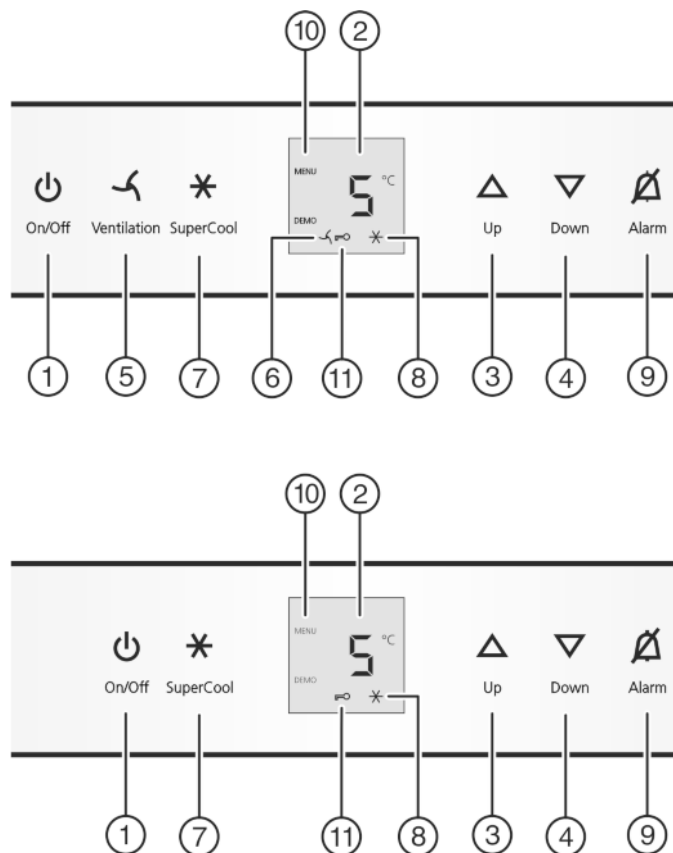

Fig. 2
- Premere il tasto On/Off Fig. 2 (1).
- ▶ Attivazione del modo regolazione: Premere il tasto SuperCool Fig. 2 (7) per ca. 5 sec..
- ▷ Il simbolo Menu Fig. 2 (10) si illumina.
- ▶ Premere brevemente il tasto SuperCool Fig. 2 (7) per confermare.
- ▶ Per inserire la sicurezza bambini premere brevemente il tasto SuperCool Fig. 2 (7).
- ▷ Il simbolo Sicurezza bambini Fig. 2 (11) si illumina. Nel display lampeggia **c**.
- ▶ Per disinserire la sicurezza bambini premere brevemente il tasto SuperCool Fig. 2 (7).
- ▷ Il simbolo Sicurezza bambini Fig. 2 (11) si spegne. Nel display lampeggia **c**.
- ▶ Disattivazione del modo regolazione: premere il tasto On/Off Fig. 2 (1).
- ▶ Premere il tasto Allarme Fig. 2 (9).
- ▶ Regolazione della temperatura su valori più caldi: Premere il tasto di regolazione Up Fig. 2 (3).
- ▶ Regolazione della temperatura su valori più freddi: Premere il tasto di regolazione Down Fig. 2 (4).
- ▶ Premere brevemente il tasto SuperCool Fig. 2 (7).
- ▷ Il simbolo SuperCool Fig. 2 (8) si illumina nel display.
- ▷ Il simbolo SuperCool Fig. 2 (8) si spegne nel display.
- ▶ Premere brevemente il tasto Ventilation Fig. 2 (5).
- ▷ Il simbolo Ventilation Fig. 2 (6) si illumina.